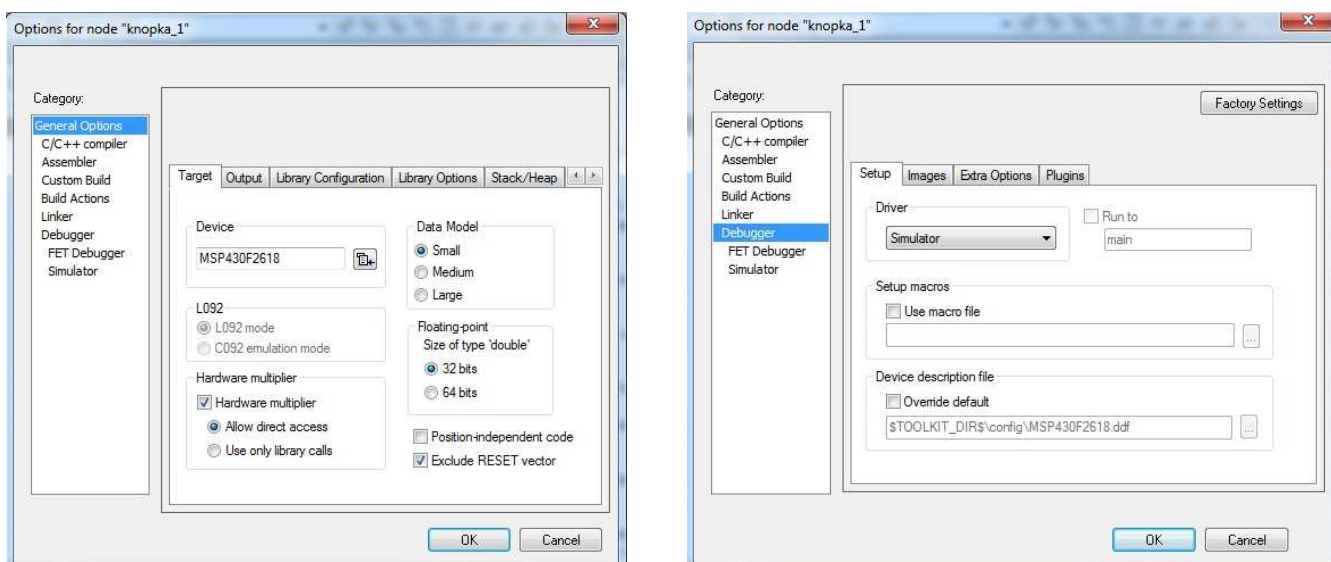

Рис. 5. Настройка опций проекта для эмуляции
2.2. В появившемся окне настроек проекта установите параметры так, как показано на рис. 5: Device – MSP430F2618, Driver – Simulator.